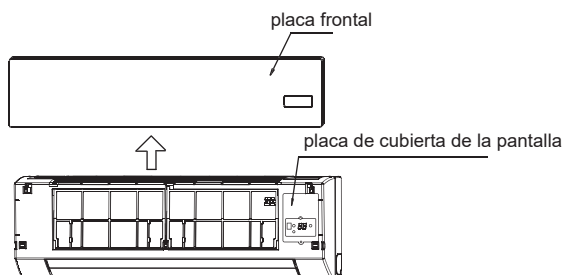

Fig. 7-1
- 1 Saque la placa frontal y desmonte la placa que cubre la pantalla (vea la fig. 7-1).